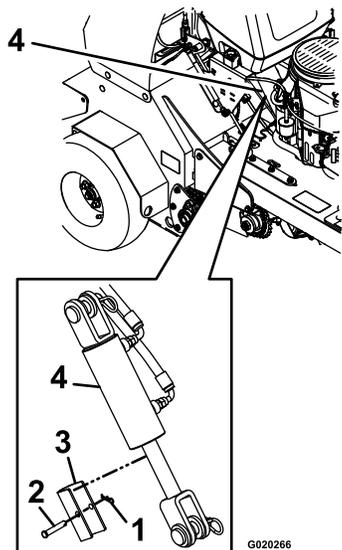

Figura 6
9. Retire y guarde el pasador, la chaveta y el tope del cilindro, según se muestra en Figura 6.